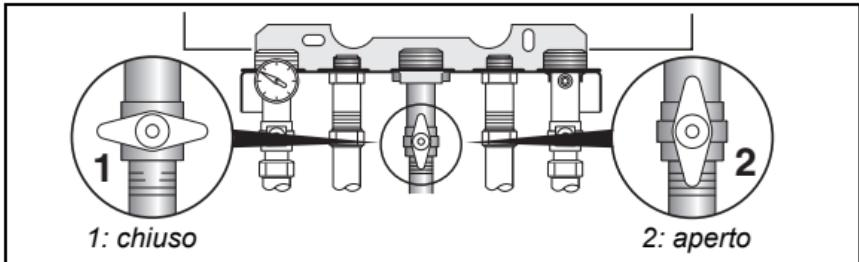

Fig. 7 Rubinetto d'intercettazione del gas
- Chiudere il rubinetto di intercettazione del gas in senso orario (fig. 7, pos. 1).